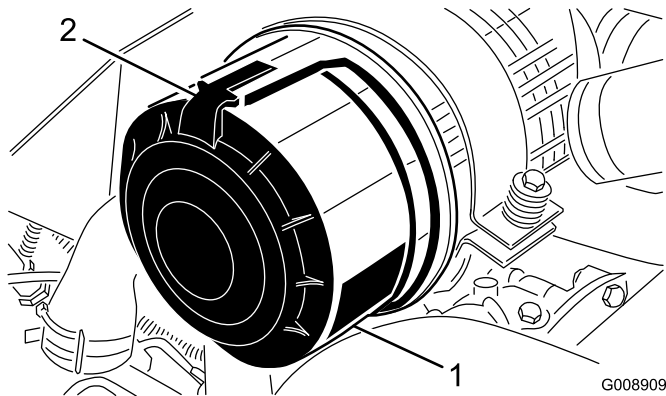

Figura 42
1. Abra los enganches que fijan la tapa del limpiador de aire a la carcasa del limpiador de aire (Figura 42).